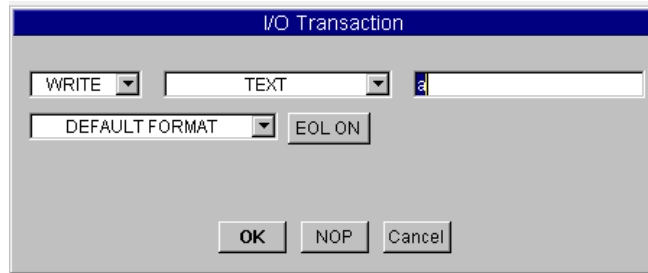

図 3-17. [I/O Transaction] ダイアログ・ボックス
1. fgen(@ (NOT LIVE)) オブジェクトでトランザクション・バーをダブルクリックして、図 3-17 に示した [I/O Transaction] ダイアログ・ボックスを表示します。